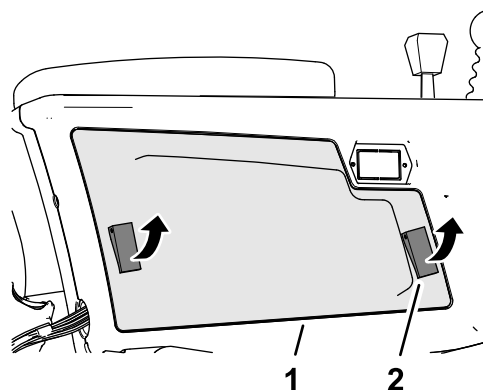

Figure 133
2. Ouvrez les 2 verrous qui fixent le couvercle du bras de commande et déposez le couvercle (Figure 133).